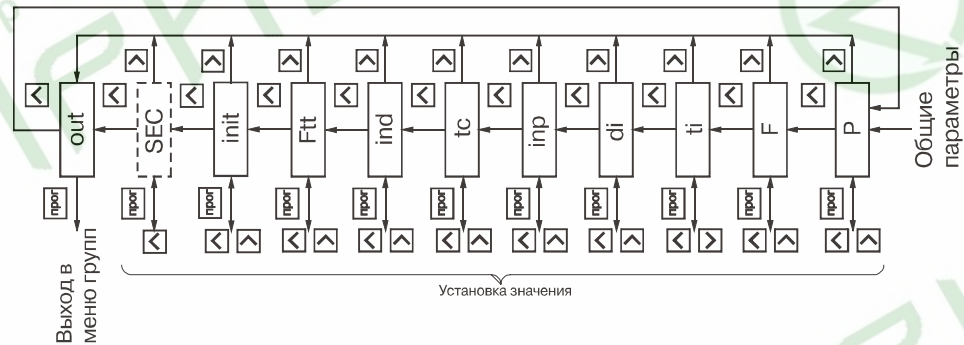

Рис. 25
6.1.8. Группа "GrouP\_C" (рис.25) содержит параметры, **inP** и **tc**, определяющие режим работы входного коммутатора коэффициенты предделителя **P** и множителя **F**, время измерения **ti** и начальное смещение **di** для расходомера, а также режимы работы счетчика времени **Ftt**, индикации **ind** и сброса счетчика импульсов при подаче питания на прибор **init**.